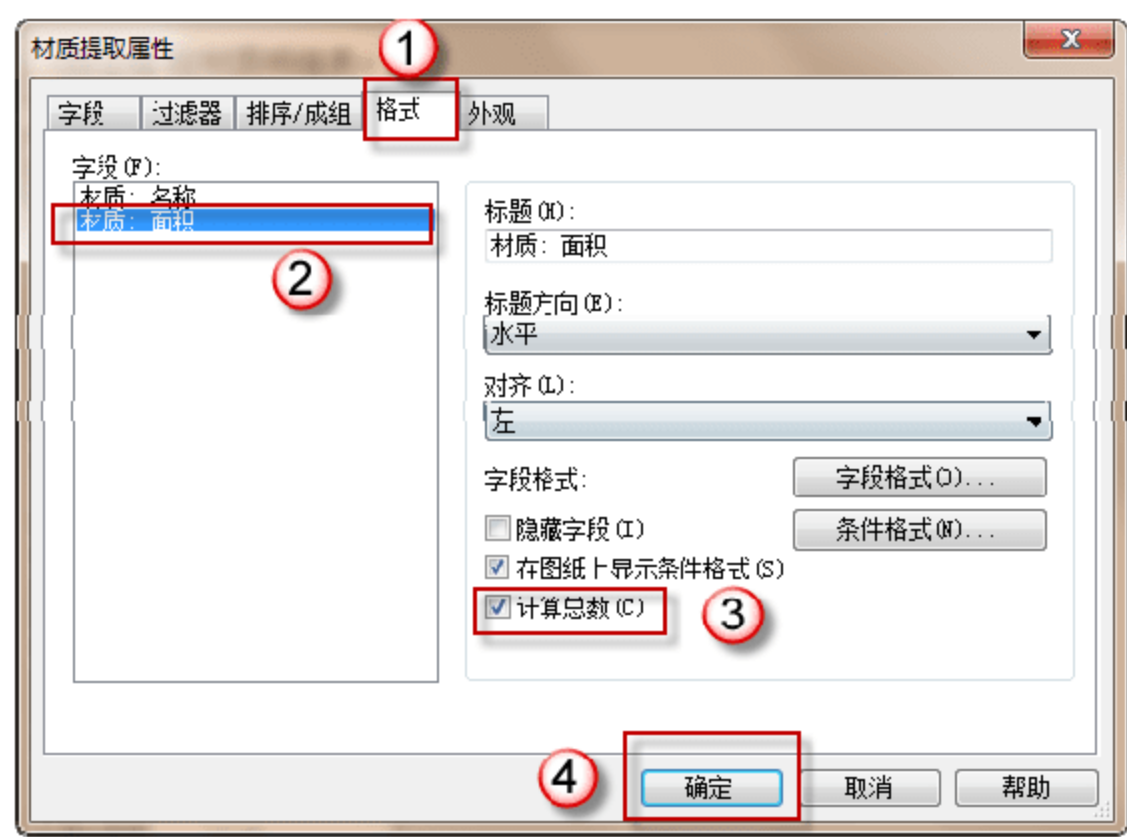

图 13.3.26 设置明细表“格式”属性
(4) 设置明细表格式。切换至“格式”选项卡，在“字段”列表框中选择“材质：面积”字段，勾选“计算总数”选项，单击“确定”按钮，返回明细表格式，如图 13.3.26 所示。